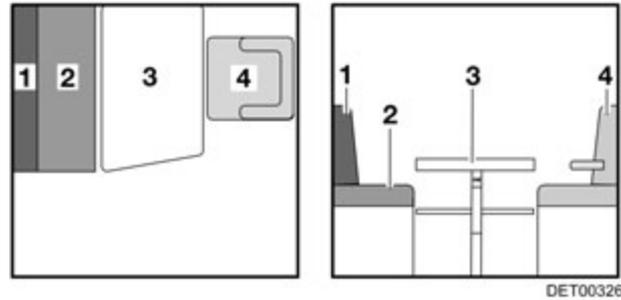

Fig. 96 Avant la transformation
- Tourner le siège conducteur (Fig. 96,4) et le pousser complètement vers l'avant.
- Convertir la table (Fig. 96,3) en sommier de lit (voir paragraphe 7.7).